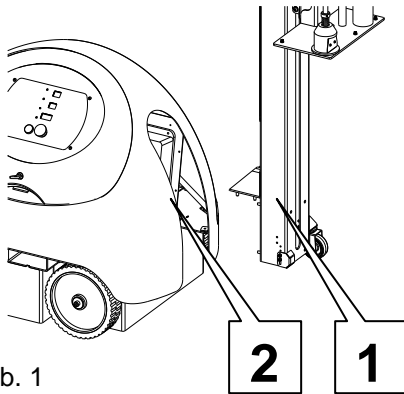

Abb. 1
(Abb. 1) Den Mast zur Montage (1) mit einem Seil anheben. Den Mast in die Stütze (2) der Basis stellen, die Bolzen im inneren des Gehäuses verschrauben. Das Seil entfernen. Den Stecker anschließen.